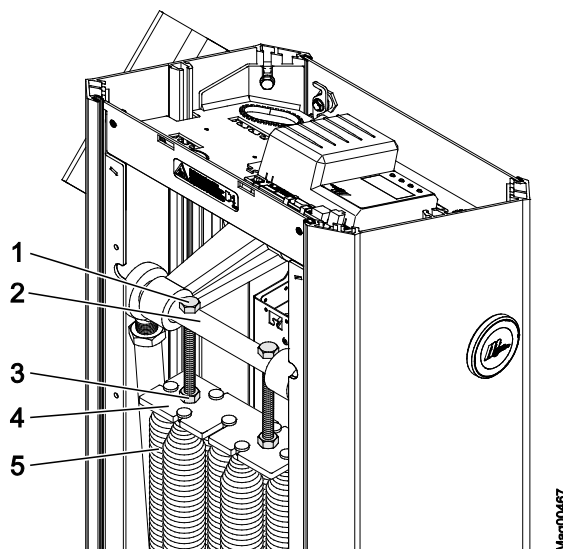

Рис. 39: Установить компенсационные пружины Access XL2 и Access XXL
6. Равномерно ослабить (Рис. 39, полож. 3) гайку M16.